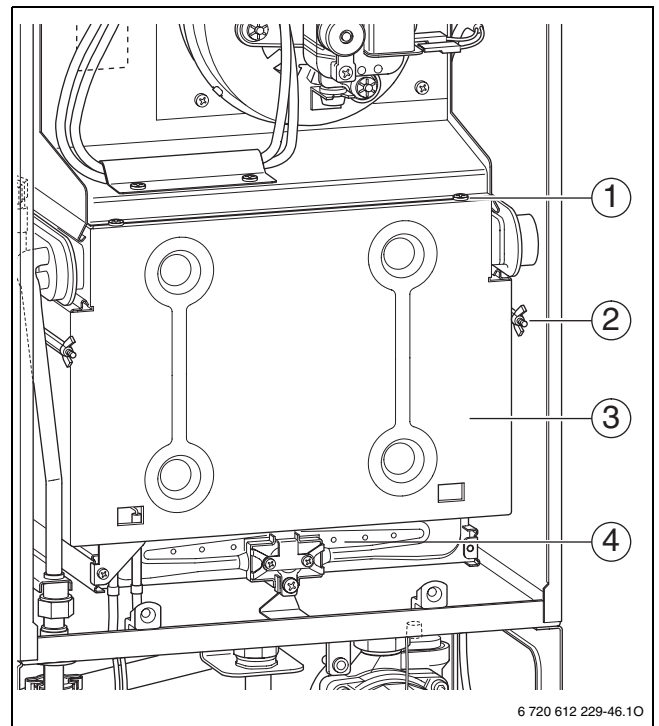

Fig. 73 Abrir o queimador
- Retirar a parte da frente da câmara de combustão e o queimador (→ fig. 73).